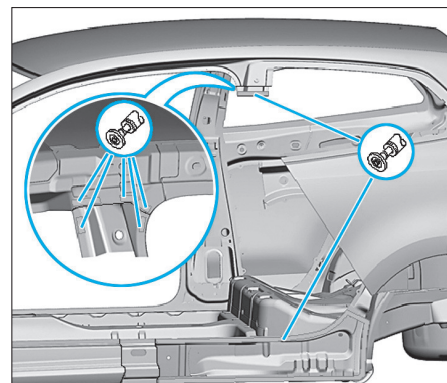

FIG. 60
- Retirer les morceaux de tôle restants (Fig.60).